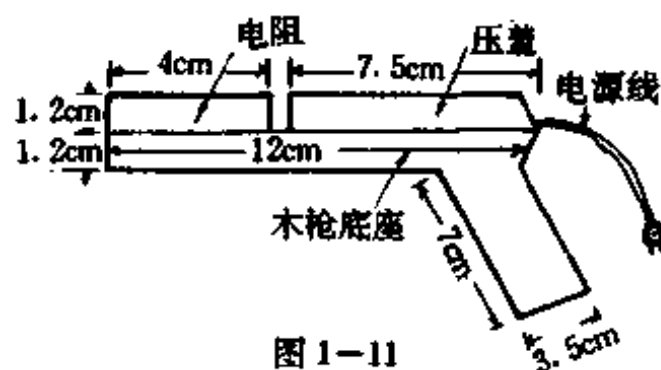

图 1-11
①买一只直径 5~6mm,长 10cm 左右的烙铁头。
②买一只长约 4cm,外径为 1.2cm 左右,内径为 5~6mm,阻值为 2k $\Omega$ ,功率为 2W 的线绕电阻。
③电源线 2m,插头一个。
④石棉布、云母片各一小片。
⑤按图 1-11、1-12 所示自制木手枪一个,薄铁皮一块,小钉几个。